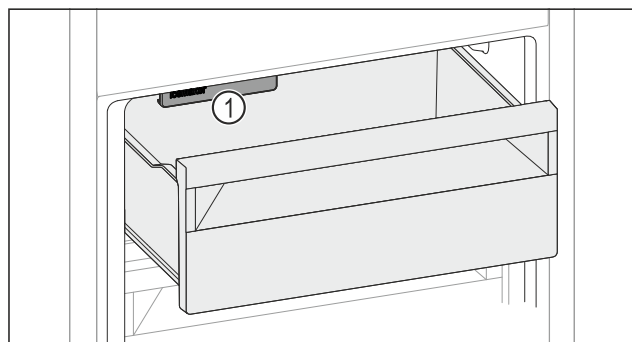

Fig. 49
- ▶ Prihliadajte na IceMaker Fig. 49 (1).